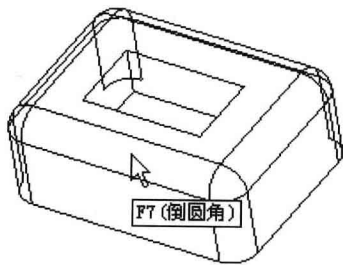

图 1.2
- (1) 选择过滤器“几何”(Geometry)。
(2) 如图 1.2 所示, 移动鼠标, 使光标置于“倒圆角”特征的一个曲面上, 该曲面预选加亮, 按右键稍作停顿, 在快捷菜单中选择“从列表中拾取”(Pick From List) 命令, 单击鼠标右键切换到“倒圆角”特征目的曲面, 单击鼠标中键, “倒圆角”特征形成的所有曲面被选中。
(3) 按住 Ctrl 键, 移动鼠标, 使光标置于“伸出项”特征的一个曲面上, 该曲面预选加亮, 按右键稍作停顿, 在快捷菜单中选择“从列表中拾取”命令, 单击鼠标右键切换到“伸出项”特征目的曲面, 松开 Ctrl 键, 单击鼠标中键。